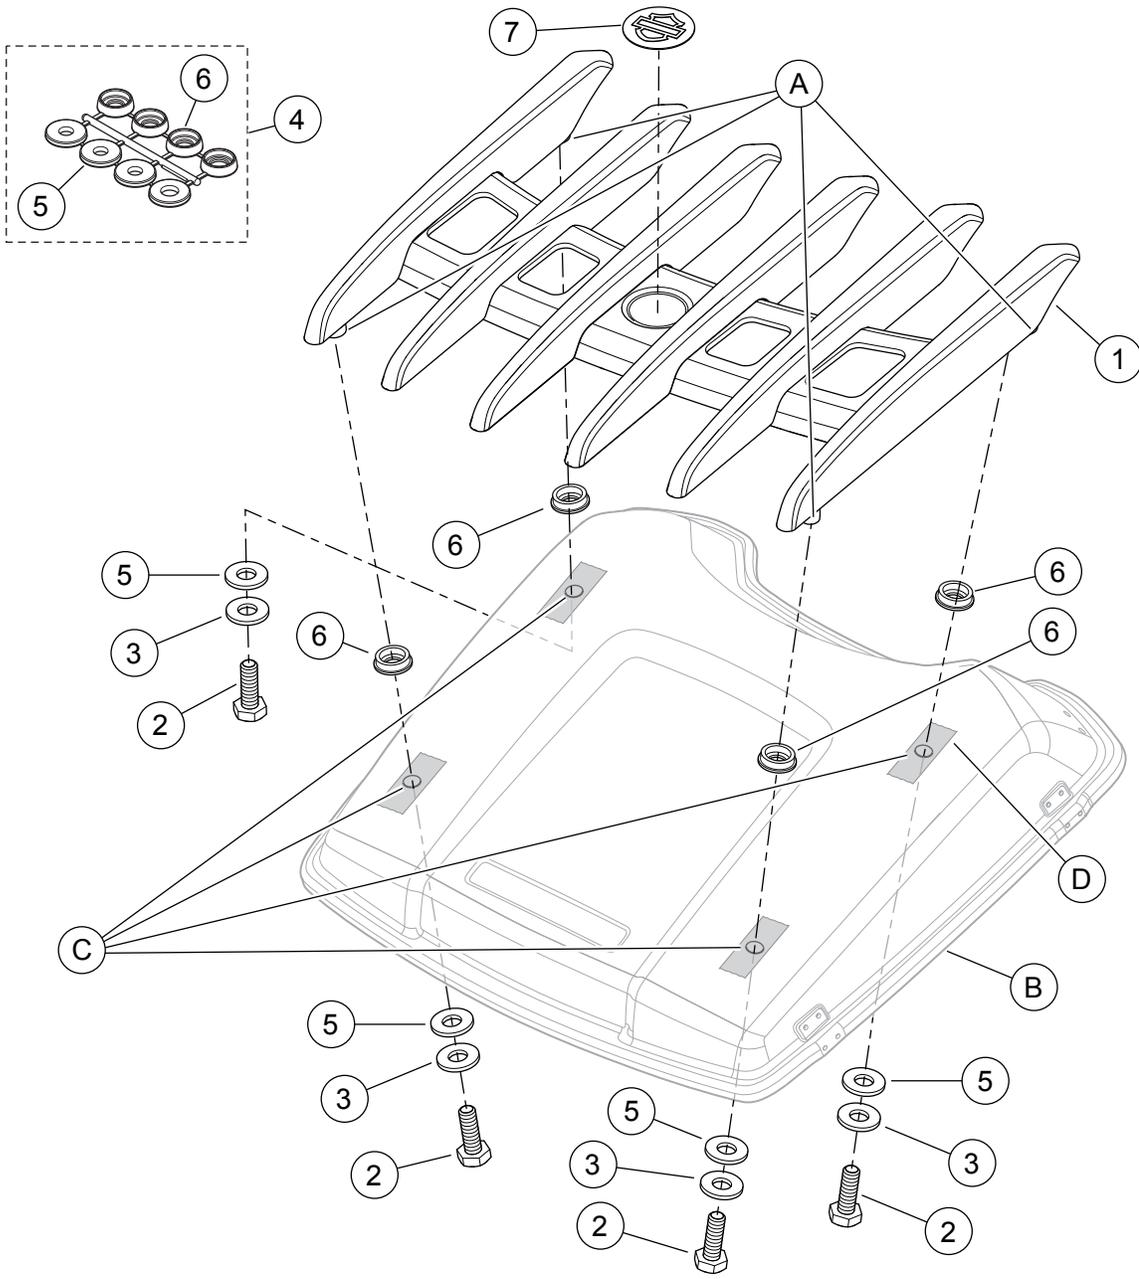

Figura 1. Parti di ricambio, kit di portabagagli sul coperchio del Tour-Pak per modello Stealth
Vedere Figura 1 e Tabella 1.
2. Vedere Figura 1. Tagliare i quattro cuscinetti di montaggio (6) e le rondelle (5) dal set di cuscinetti di montaggio e rondelle (4).